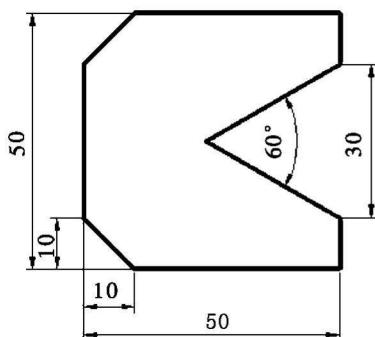

图 1-13
5. 用户提前自画下例两幅图, 如图 1-13 和 1-14 所示, 熟悉 CAD 绘图的简单指令。